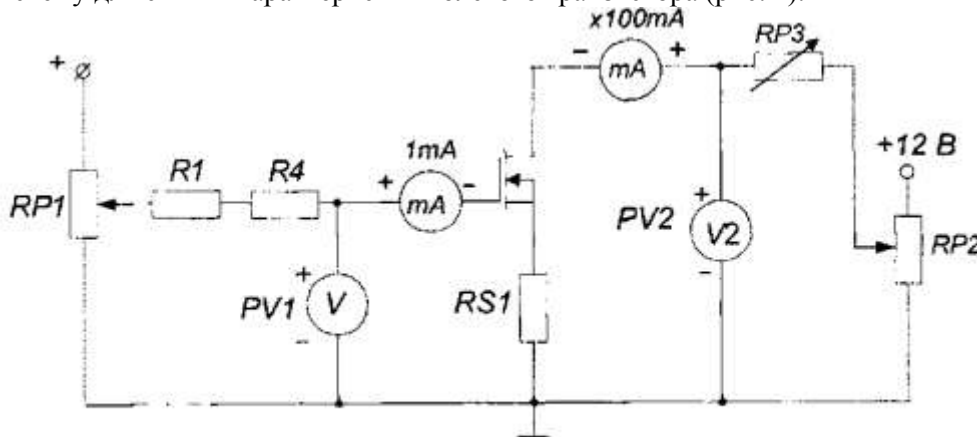

Рис.2 Схема для снятия стоко-затворной характеристики полевого транзистора
- 1) Собрать схему для снятия характеристик полевого транзистора (рис. 2).
2) Снять стокозатворную характеристику  $I_c = f(U_{зи})$  при постоянном напряжении на стоке  $U_c$ , используя схему на рис. 2. Экспериментальные точки записывать в таблицу и наносить на график. Изменяя напряжение на затворе от нуля до максимального значения при помощи потенциометра RP1, снять стоко-затворную характеристику при  $RP3=150$ ,  $RP2=3,5$ ). При снятии характеристики убедитесь, что ток затвора  $I_z$  мал. На начальном участке характеристики точки снимать чаще.